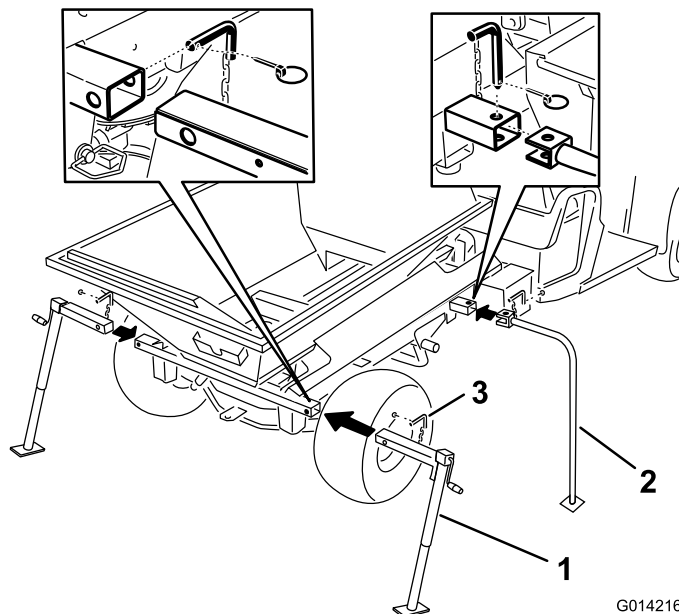

Bild 1
7. Setzen Sie vorderen Abstellstützen und die hinteren Achsständer in die ProPass-Rohre und befestigen Sie mit Arretierbolzen (Bild 1).